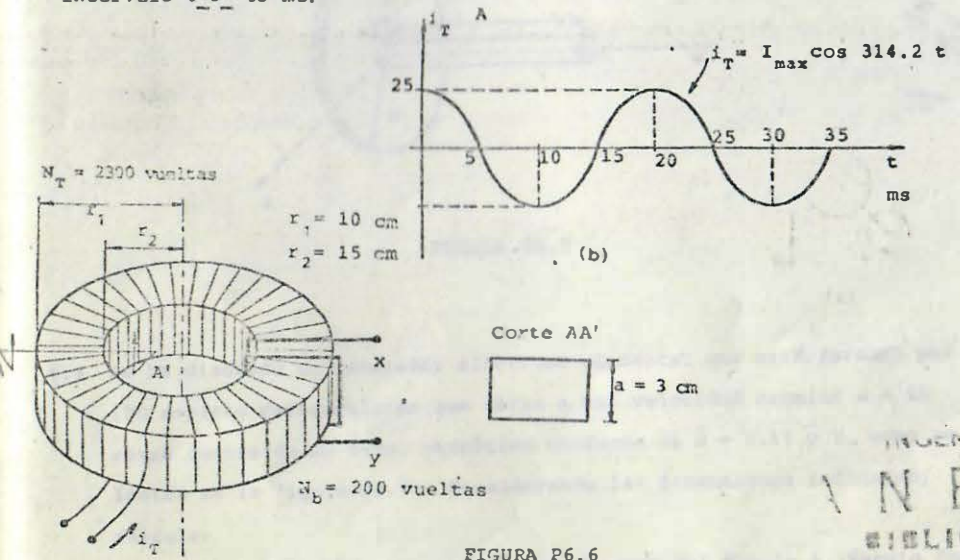

FIGURA P6.6
6.6 En el arreglo mostrado en la figura P6.6 se muestra un toroide de 2300 vueltas devanadas uniformemente con núcleo de aire. Sobre una porción del toroide, se tiene enrollada una bobina de 200 vueltas. Considere las dimensiones del arreglo indicadas en la figura y que la corriente en el toroide varía con el tiempo en la forma mostrada. Calcule la diferencia de potencial inducida " $V_{xy}$ " en las terminales de la bobina y dibuje una gráfica de  $V_{xy}$  contra el tiempo  $t$  para el intervalo  $0 < t < 35$  ms.